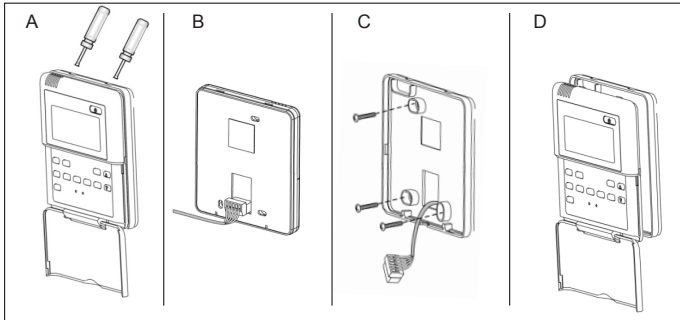

Fig. 2
1. Abra el control remoto con un destornillador (Fig.2-A)
2. Después de conectar el conector al cable suministrado, hágalo pasar por la ranura en la parte inferior del control remoto (Fig.2-B)
3. Fije la cubierta inferior a la pared o a la caja eléctrica pre-instalada en la pared. (Fig.2-C) Verifique que la parte inferior del controlador esté paralela con la superficie de la pared.
5. Fijar el control remoto a la parte inferior. (Fig.2-D).